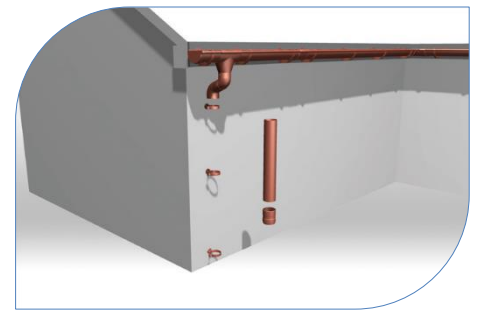

Рис. 21
5.2 У хомутах розмістіть водостічні труби, з'єднаючи їх за допомогою муфти (рис. 21, 22, 23)